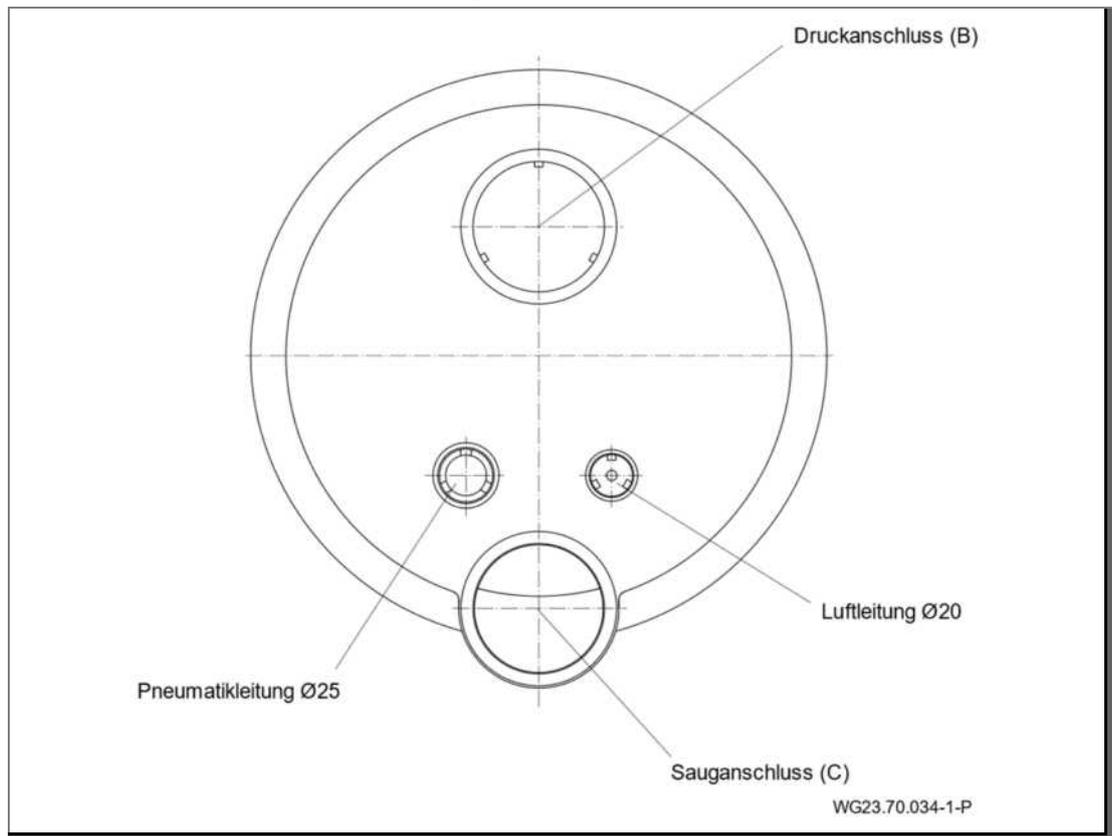
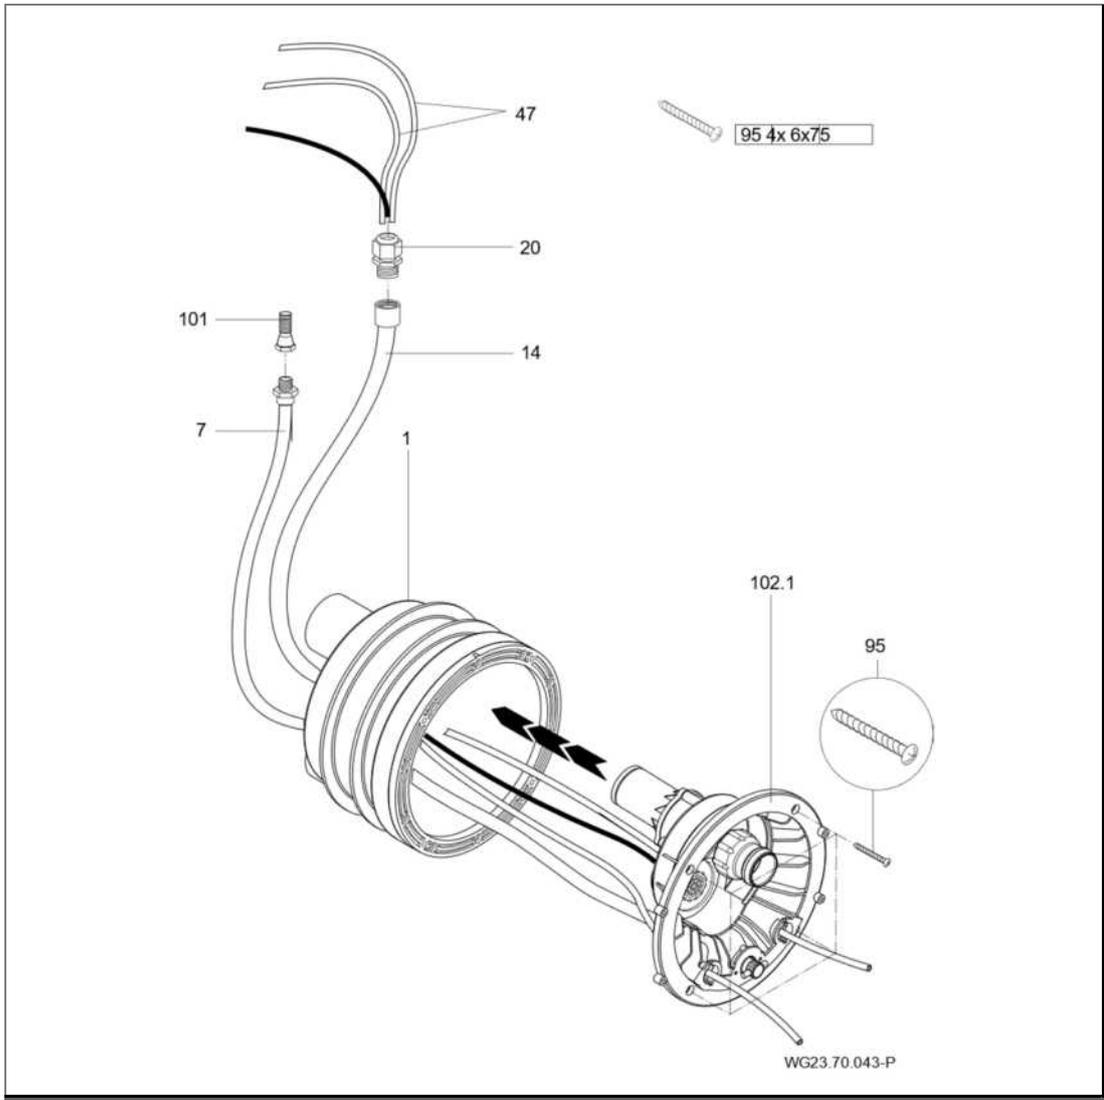

Abb. 15
Abb. 16
1. Einkleben des Kabelschutzschlauches und des Luftleitungsschlauches. (Abb. 15)
2. Düsengehäuse (102.1) am Einbaugesäß (1) ansetzen.
3. Pneumatikschläuche und Kabel des Scheinwerfers durch den Schutzschlauch (14) führen und mit der Kabelverschraubung (20) abdichten.
4. Luftleitung mit der Klemme (8) am werkseitig montierten Luftregler (21) befestigen.
5. Düsengehäuse (102.1) mit vier Schneidschrauben (95) am Einbaugesäß (1) befestigen. (Abb. 16)